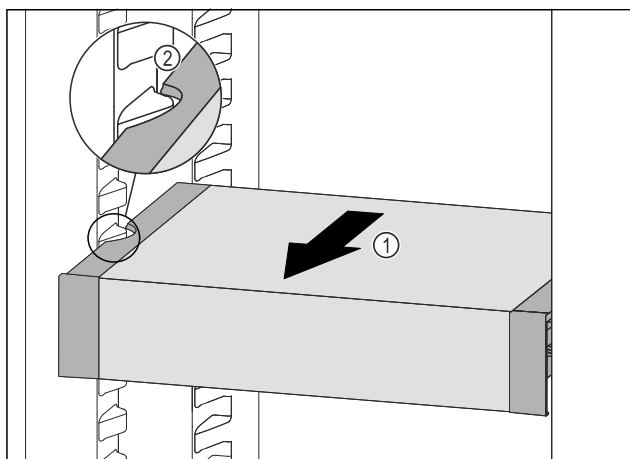

Fig. 92
- ▶ Вытягивайте VarioSafe вперед *Fig. 92 (1)*, пока боковые выемки VarioSafe не окажутся на высоте выступа резервуара в холодильном отделении. *Fig. 92 (2)*